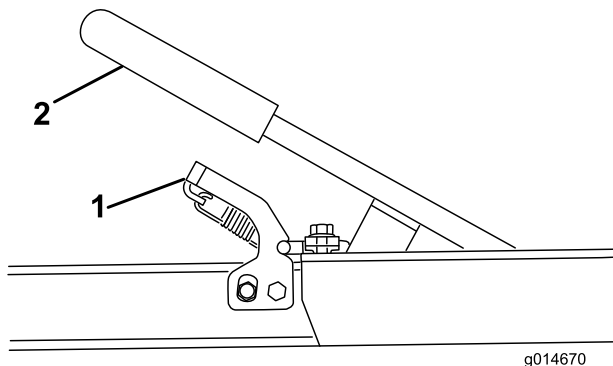

Figure 11
1. Tout en gardant le contrôle du plateau de la remorque et en tenant la poignée, appuyez sur le dispositif de verrouillage et la poignée de levage (Figure 11). Abaissez le plateau de la remorque au sol.
- Appuyez sur la poignée jusqu'à ce que la remorque s'enclenche dans le dispositif de verrouillage (Figure 11).